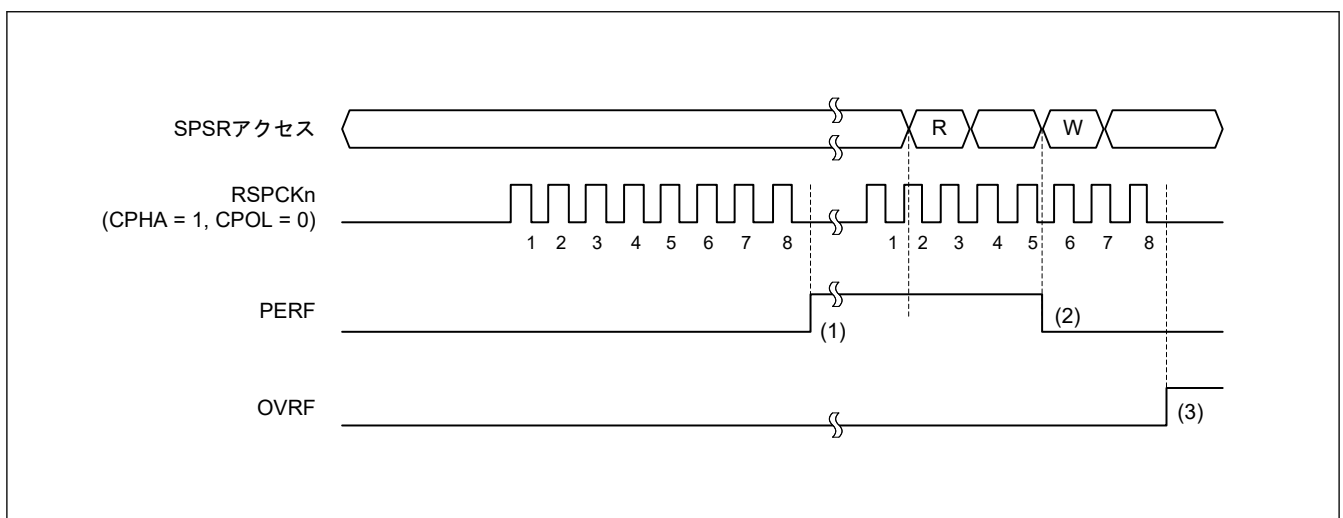

図 28.42 OVRF フラグおよび PERF フラグの動作例
図 28.42 に OVRF フラグと PERF フラグの動作例を示します。図 28.42 に記載の SPSR アクセスは、SPSR レジスタへのアクセス条件を示します。W は書き込みサイクル、R は読み出しサイクルを示します。この例では、SPCR2.SPPE ビットが 1 の状態で全二重シリアル通信を行います。SPCMDm.CPHA ビットが 1、SPCMDm.CPOL ビットが 0 の設定で、SPI が 8 ビットのシリアル転送を実行しています。RSPCK_n 波形の下に記載した数字は RSPCK サイクル数 (= 転送ビット数) を示しています。
以下に、図 28.42 の (1)~(3) に示したタイミングでのフラグの動作内容を説明します。